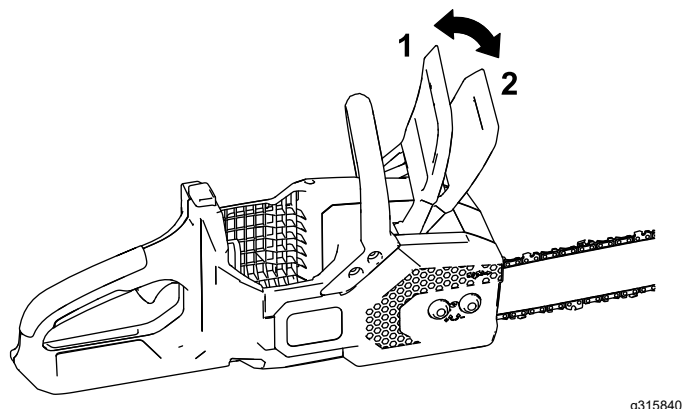

Figure 27
1. Engagez le frein de chaîne en l'actionnant vers avant, à la position d'ARRÊT (Figure 27).
4. Désengagez le frein de chaîne en l'actionnant vers l'arrière à la position MARCHÉ (Figure 27).
4. Vérifiez que le frein de chaîne est en position de MARCHE (Figure 27).